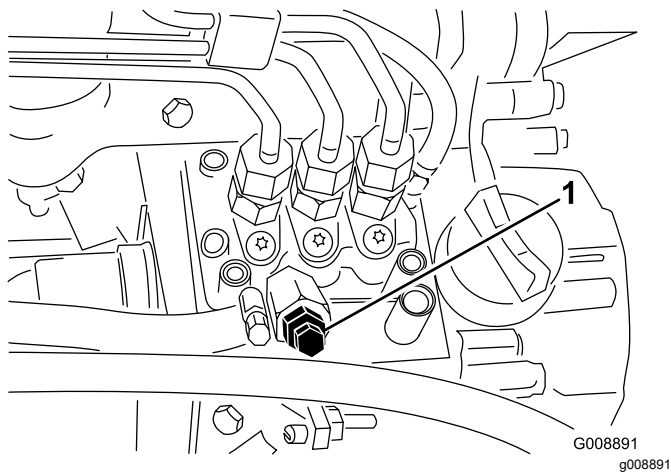

Figura 80
4. Desaperte o parafuso de purga que se encontra na bomba de injeção de combustível (Figura 80).